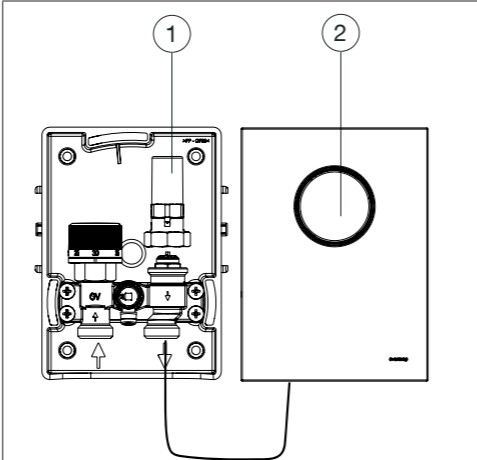

Abb. 8: Thermostat mit Fernversteller montieren
- Schrauben Sie den Stellkolben (siehe Abb. 8) auf das Ventil. Führen Sie das Kapillarrohr nach unten.